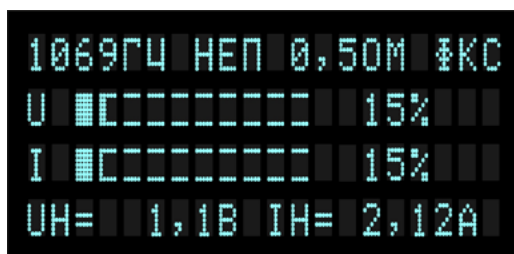

Рисунок 8 – Переход к ручному согласованию
- 5.3.13.1. Ручное согласование (РС) производится оператором. РС возможно на всех частотах и режимах генерации. Переход к РС происходит, когда после нажатия кнопки «**AUTO**» в крайней правой позиции верхней строки дисплея отображается «**ФКС**» (Рис. 8). В режимах «**МЧ2**», «**МЧ3**» возможно только РС. Чтобы обеспечить оптимальную работу в режимах «**МЧ2**», «**МЧ3**», рекомендуется произвести предварительное согласование при непрерывной генерации сигнала (режим генерации «**НЕР**»).
Действуя в соответствии с п. 5.3.10.4, выбрать выходное сопротивление генератора обеспечивающее близкие значения тока (шкала «**I**») и напряжения (шкала «**U**») (Рис. 8).